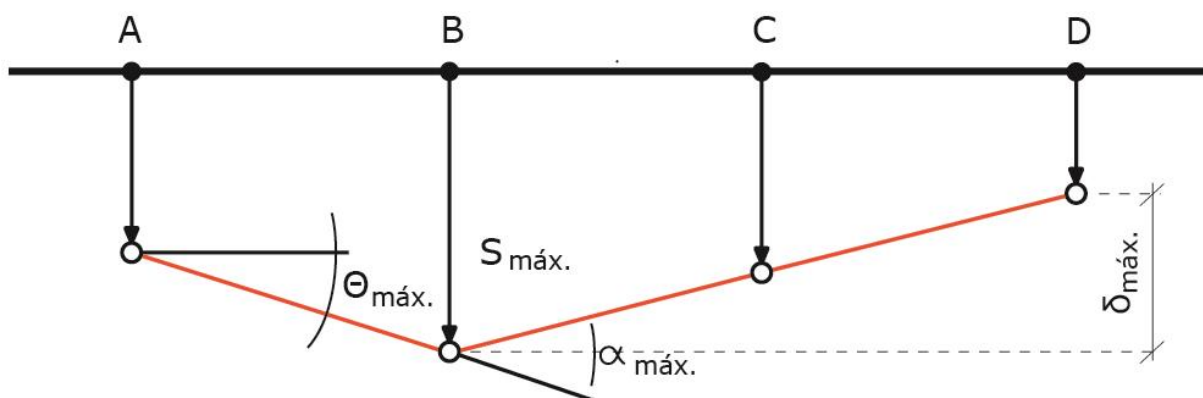

Figura 52: Representação das variáveis de movimento de fundações
A NBR 6122 nomeia algumas letras como parâmetros de estudo para o movimento de fundações que devemos conhecer. São eles (Figura 52):
- δs : recalque ou levantamento diferencial entre dois pontos da estrutura (observe na Figura 52 o $\delta_{\text{máx}}$);
- ✓ Esclarecendo: a rotação relativa é o ângulo entre uma linha de referência (por exemplo, a linha original que liga os pontos AB da sapata na Figura 52) e a nova linha dessa mesma estrutura.